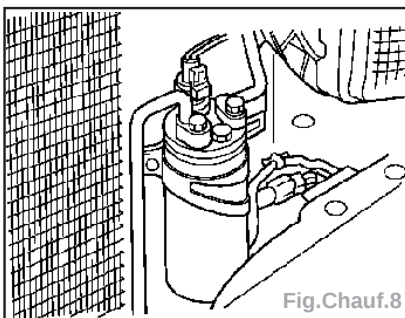

Fig.Chauf.8
- le support avant du bloc avant (Fig. Chauf.8),